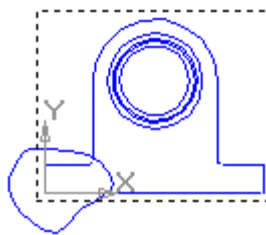

Рисунок 9.8 – Створення місцевого розрізу
9. На виді ліворуч створимо місцевий розріз для показу профілю кріпильних отворів. Для цього виберіть вид ліворуч поточним (номер 1). Створіть замкнену лінію (наприклад, криву Без'є) у потрібній області розрізу (рис. 9.8):